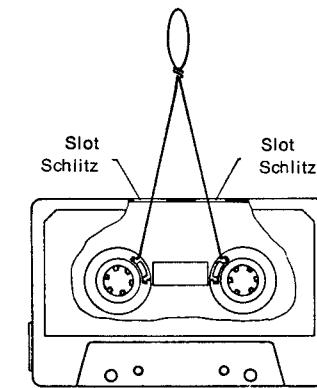

Fig. 2
8.2 Eine einfache, aber ausreichende Messung kann mit einer Federwaage und umgebauter Cassette durchgeführt werden (siehe Fig. 2).
8.3 Eine alte TB-Cassette verwenden. Das Tonband ist zu entfernen und ein ca. 20 cm langes, etwas dickeres Skalenseil an den Tellern (20 mm Durchmesser) befestigen und durch zwei eingefüllte Schlitze an der Rückseite herausführen, mit einer Schleife versehen (siehe Fig. 2) und daran eine Federwaage einhängen.
8.2 An easy but sufficient measuring can be carried out with a spring balance and a modified cassette (see fig. 2).
8.3 We recommend the use of an old cassette. Remove the tape from the cassette and insert a 20 cm piece of dial cord instead. This cord is fastened to the reels (20 mm Ø) and led through two slots which are filed in the rear side of the cassette. Form a loop with the cord as shown in fig. 2 and then suspend spring balance.